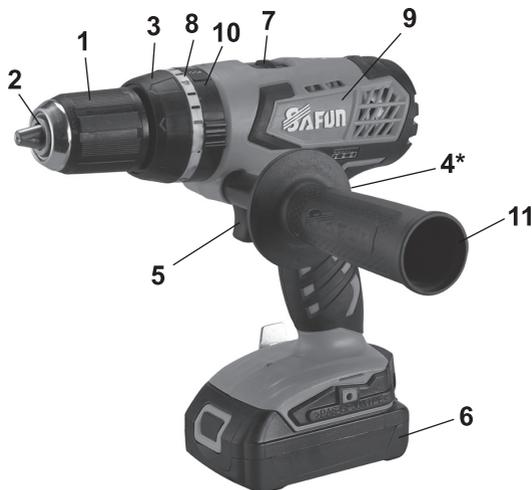

рис.1
1.6 Общий вид дрели представлен на рис.1
1.7 Механизм дрели расположен в обрезиненном пластиковом корпусе (рис.1 поз.9), состоящем из двух частей: правой и левой. Он состоит из электродвигателя и редуктора с планетарным двух скоростным механизмом.
1.8 Клавиша выключателя (рис.1 поз.5) расположена в передней части рукоятки. При нажатии на клавишу включается двигатель дрели. Усилие, приложенное к клавише, изменяет скорость вращения двигателя.
Над клавишей выключателя находится переключатель реверса (рис.1 поз.4), пластинчатой конструкции. В нейтральном положении он выполняет функцию блокиратора клавиши от случайного включения.
1.9 В передней части корпуса расположено кольцо регулировки (рис.1 поз.8). Это кольцо фиксирует одну из позиций предельного момента затяжки, при работе дрелью, как шуруповёртом. Переключатель режимов работы (рис.1 поз.10) фиксирует работу в одном из трех положений (режим шуруповёрта, безударное сверление, сверление с ударом).
2.2.2 Установка рабочего инструмента (биты, сверла) в патрон: установить переключатель направления вращения (рис.1 поз.4) в положение блокировки клавиши выключателя; вращать переднюю часть патрона (рис.1 поз.1) против часовой стрелки до разведения кулачков патрона (рис.1 поз.2) на расстояние, необходимое для установки рабочего инструмента; вставить хвостовик биты (сверла) между кулачками вращать переднюю часть патрона (рис.1 поз.1) по часовой стрелке до фиксации рабочего инструмента кулачками патрона; перед началом работы убедиться в надёжности фиксации рабочего инструмента в патроне.
2.2.3 Включение/выключение дрели: для включения дрели необходимо нажать и удерживать клавишу выключателя (рис.1 поз.5); для отключения дрели – отпустить клавишу, она за счёт пружины вернётся в исходное положение – «выключено».
2.2.4 Переключение направления вращения: в среднем положении переключатель направления вращения (рис.1 поз.4) блокирует клавишу выключателя, исключая случайное включение дрели; сдвинув переключатель, влево/вправо устанавливается вращение патрона по (или против) часовой стрелке.
2.2.5 Функции регулировочного кольца (рис.1 поз.8):
4.1 Режим сверления: закрепить в патроне сверло, нужного для работы диаметра и соответствующее материалу заготовки; сдвинуть переключатель направления вращения влево (вращение правостороннее); повернуть кольцо регулировки (рис.1 поз.3) в положение «сверло»; поставить переключатель диапазона скоростей в положение «Н»; при сверлении отверстий в металле, рекомендуется накернить место сверления; для снижения нагрузки на инструмент, при сверлении отверстий большого диаметра, просверлите отверстие вначале тонким сверлом; для облегчения процесса сверления, рекомендуется чаще выводить сверло из отверстия для удаления стружки; исключите чрезмерную осевую нагрузку на дрель во избежание поломки сверла и перегрева двигателя; не допускайте перекашивания сверла от оси сверления.